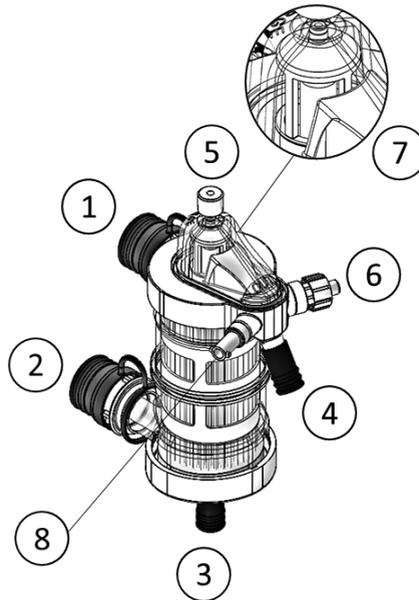

Fig. 1
Enheden (fig. 1) er designet for å varme opp / avkjøle den kardioplegiske løsningen under ekstrakorporal sirkulasjon. Enheden er utstyrt med et integrert boblefilter (ref. 7 i Fig.1). Enheden er tilgjengelig i versjonene som er oppført i tabell 1 – avsnitt D. Enheden selges steril i en blisterpakning i en boks med fire enheter. Alle enhetens overflater i kontakt med blod behandles med et fosforylkinbasert biokompatibelt belegg. Kontakt med den kardioplegiske løsningen lengre enn seks timer er ikke tillatt. Enheden er designet for å bli drevet av varmekjølere som bruker en glykolbasert varmeoverføringsvæske (HTF). Enheden må brukes i kombinasjon med medisinsk utstyr som er oppført i avsnitt J i denne bruksanvisningen.